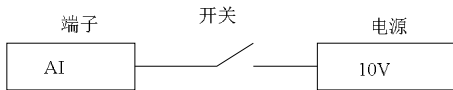

图 5-18 接线图
- 3) 接线方式：将开关接到电源 10V 与 AI 端子之间，10V 电源为控制板自带。如下图 5-18：